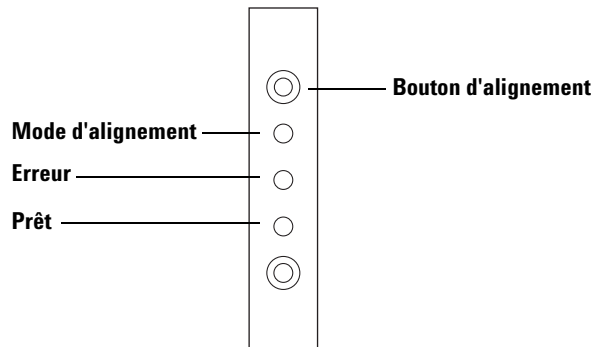

Figure 72 Alignement de l'injecteur
- 4 A l'aide d'un objet long et fin, enfoncez le bouton d'alignement situé au-dessus des voyants. Faites attention de ne pas trop enfoncer le bouton renfoncé (voir Figure 72).